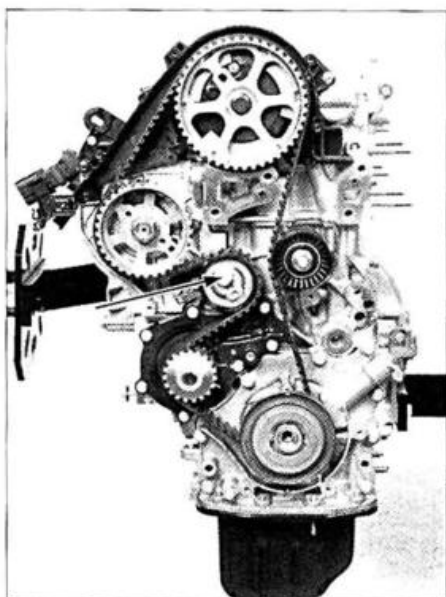

FIG. 12
- Aflojar el tornillo de fijación del rodillo tensor (fig. 12) y girarlo en el sentido horario para destensar la correa.